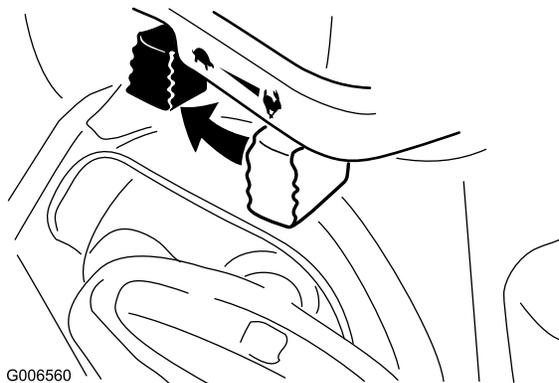

Figura 31
- Portate l'acceleratore in posizione Slow e quindi in posizione Stop (Figura 31).